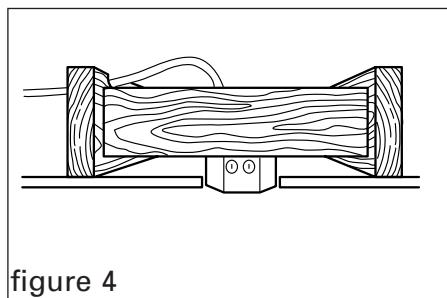

figure 4
2. Installez la boîte électrique à la solive du plafond (figure 4).